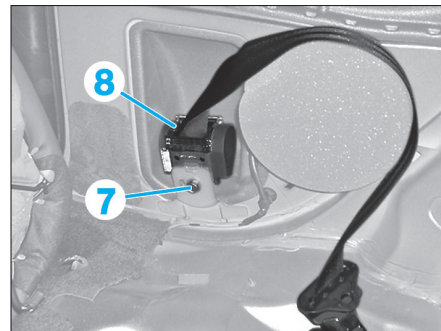

Fig. 20
- la vis (7) (Fig.20),
- le prétensionneur (8).